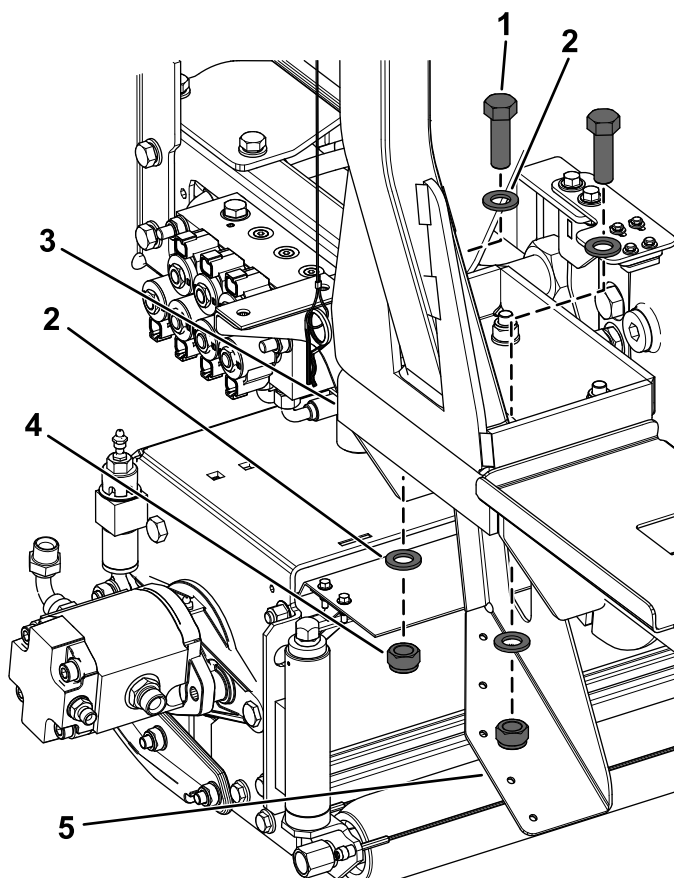

Figura 7
2. Fije provisionalmente el bastidor de aleta izquierda al soporte del ROPS izquierdo con los 2 pernos de cabeza hexagonal (16 x 50 mm) y 4 arandelas que retiró anteriormente y 2 contratuercas nuevas (16 mm), tal y como se muestra en la **Figura 7**.